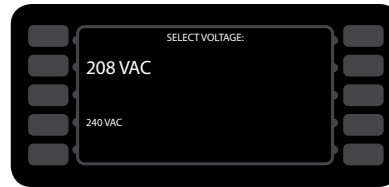

Bild 4: Volteinstellung
Die Wahl der Zugangsspannung wird gewöhnlich vor Einsatz des Gerätes beim Kunden geregelt. Sollte jedoch der bauseitige Anschluss anders als der im Gerät sein, muss der Betreiber 208 oder 240 V nach Drücken der EIN-/AUS-Taste zum Einstellen des Gerätes wählen. Die korrekte Spannung (V) wird zur Identifikation im Bildschirm angezeigt und muss entsprechend gewählt werden. (siehe Bild 4).